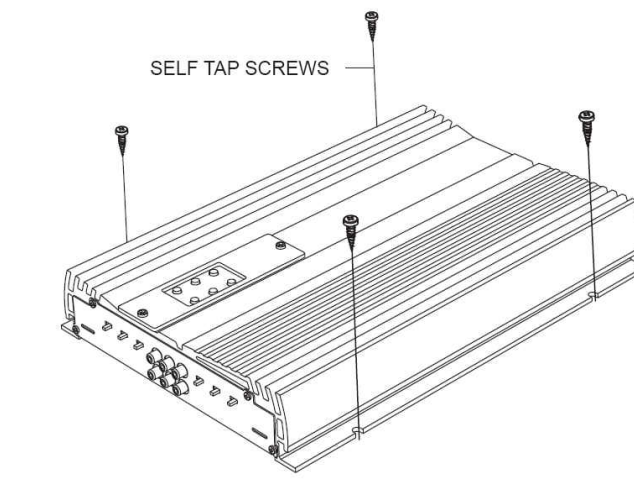

Рис.1.
- Закрепите усилитель четырьмя саморезами (рис.1).